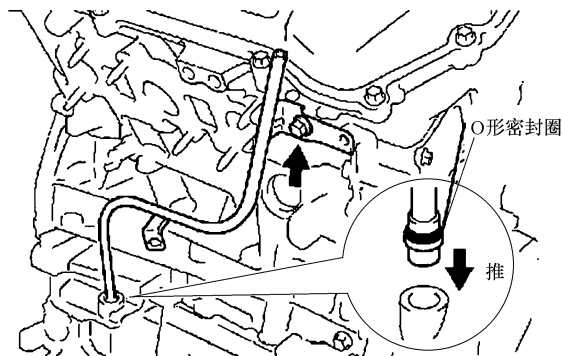

图 22-46 安装机油油尺导管
27) 安装机油油尺导管 (图 22-46):
- ① 在机油油尺导管上安装好新的 O 形密封圈。
- ② 在 O 形密封圈上涂抹一层发动机机油。
- ③ 把机油油尺导管的一端推入油底壳导管孔内。
- ④ 紧固导管螺栓至 $9\text{N} \cdot \text{m}$ 。